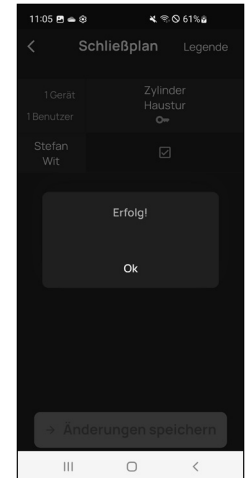

Abb. 6
- ❼ Nach einem kurzen Moment erhalten Sie eine Rückmeldung, dass die Daten übertragen wurden. Bestätigen Sie mit „OK“ (Abb. 6).